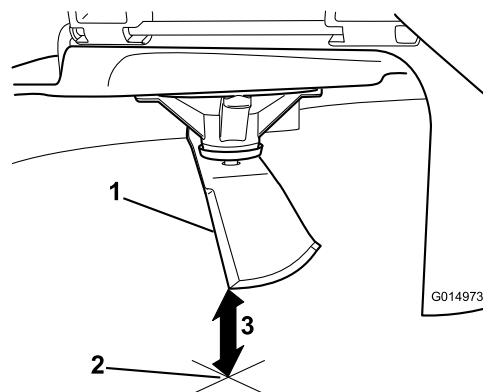

Figure 81
5. Mesurez la distance entre la pointe de la lame et la surface plane (Figure 81).